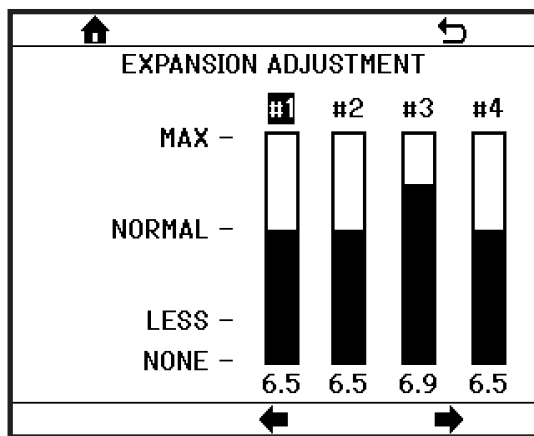

Figura 7.20
- AJUSTE DE LA EXPANSIÓN: Sirve para ajustar la cantidad de gas de una bebida (**Figura 7.20**). El rango de valores está limitado en función del gas configurado y del tipo de bebida.
AJUSTE DE EXPANSIÓN (Figura 7.20) - Este menú permite al usuario ajustar la cantidad de gas que se inyecta en la bebida. El ajuste va de "MAX" o Máximo (niveles altos de gas, alta expansión) a "LESS" o Menos (niveles más bajos de gas, baja expansión). Seleccione el número de barril y ajuste el nivel hacia arriba o hacia abajo.